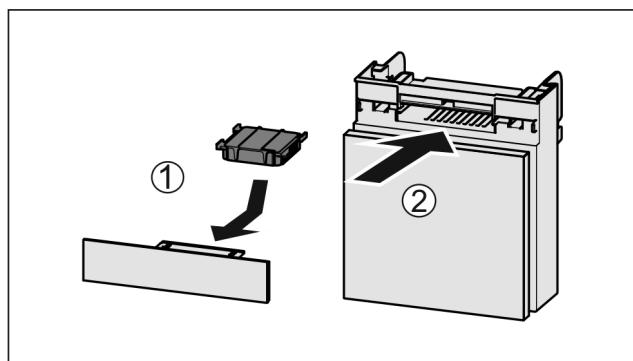

Fig. 53
- ▶ Wkładać Fig. 53 (1) filtr z węglem aktywnym zgodnie z ilustracją.
- ▶ Wsunąć komorę Fig. 53 (2).